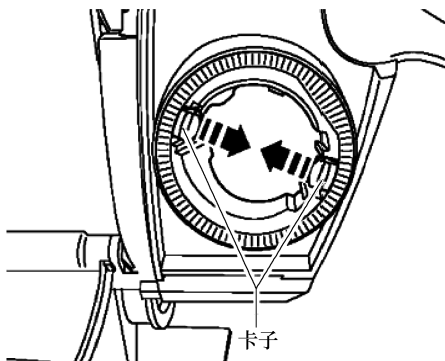
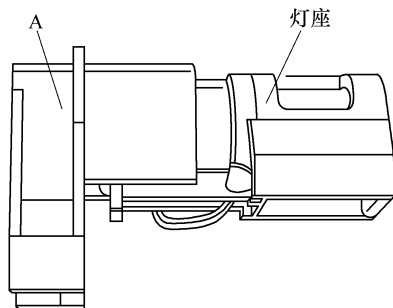

图 13-2-4 拆卸点烟器卡环
图 13-2-5 拆卸灯泡
① 拆卸插接器。
② 如图 13-2-4 所示，沿箭头方向按下卡子，并将灯座连同卡环一起拆下。
③ 从卡环上松开灯座。
④ 从灯座上分离区域 A，并打开灯座的部件，如图 13-2-5 所示，然后拆下灯泡。